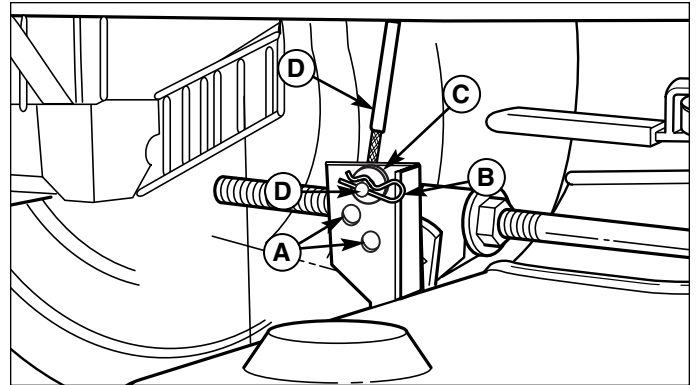

Figure 4. Tige de levage (vue de dessous du côté droit du tracteur)
2. Tirer le levier de débrayage de la transmission en arrière d'environ 6,4 cm pour le verrouiller en position débrayée (figure 4).
5. Déposer la goupille (B, Figure 4) et la rondelle (C). Détacher la broche et le câble de levage (D) des trous de levage (A). Remettre la rondelle (C) et la goupille (B) en place pour ne pas les perdre.
4. Poser la broche et le câble de levage (D, Figure 4) sur les trous de levage (A) du tracteur à l'aide de la rondelle plate (C) et de la goupille (B).